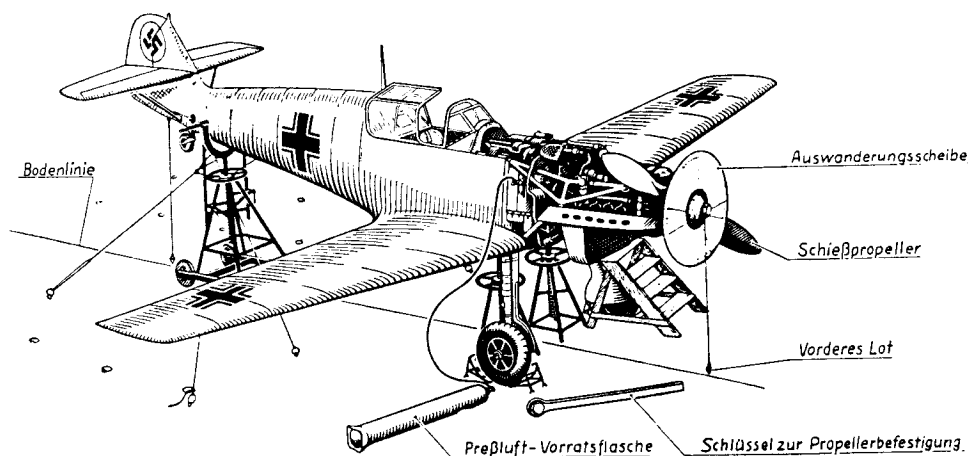

Abb. 65: Auswanderungsschießen.
- Bringe das Flugzeug in der Schnellfluglage (s. Abschn. B I/5 c) unter Entlastung des Fahrwerks auf. Das Ausrichten der Flugzeuglängsachse nach der Bodenebene des Schießstandes erfolgt durch Loten, die an der Luftschraubennabe und in der am Rumpfende (Notsporn) angebrachten Öse eingehängt werden (s. Abb. 65).